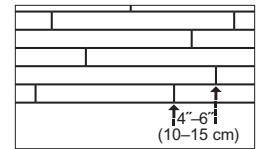

Figura 4
- Es importante alternar los extremos de los tablonos en hileras contiguas a un mínimo de 4-6" (10-15 cm) siempre que sea posible (Figura 4). Esto ayudará a garantizar un aspecto general más favorable del piso.
- Verifique que los bordes y extremos de cada tabloncillo hayan encajado bien y estén ajustados. Las juntas de extremo de las hileras adyacentes deberán escalonarse a 4"–6" (10–15 cm) siempre que sea posible, para garantizar un aspecto general más favorable (Figura 4).